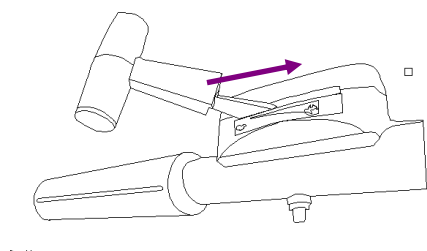

Рис. 6
- 6) При помощи регулирующей ручки установите максимальные обороты (рис.6) и можете приступать к работе